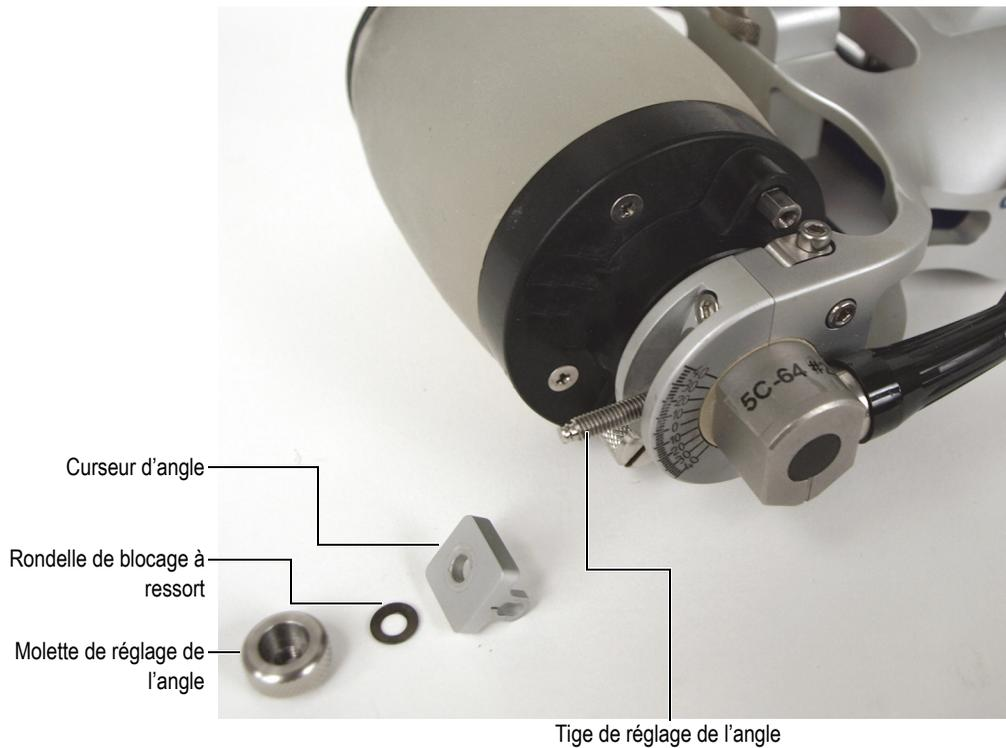

Figure 6-1 Retrait des composants de la tige de réglage de l'angle
1. Sur le scanner, retirez les éléments suivants de la tige de réglage de l'angle : la molette de réglage de l'angle de la sonde, la rondelle de blocage à ressort et le curseur d'angle (Figure 6-1 à la page 80).